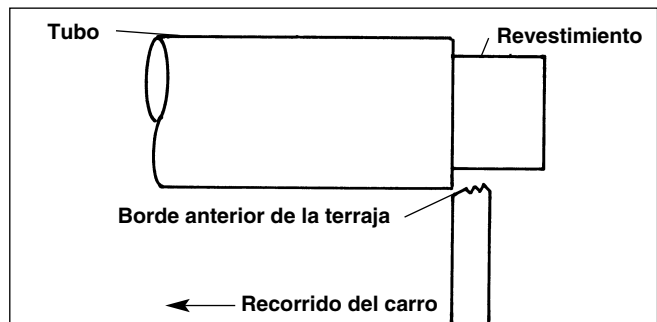

Figura 21 – Ubique el borde anterior de la terraja al ras con el tubo
5. Mueva el volante del carro hacia el tubo hasta que el borde anterior de la terraja esté al ras con el tubo. (Figura 21)